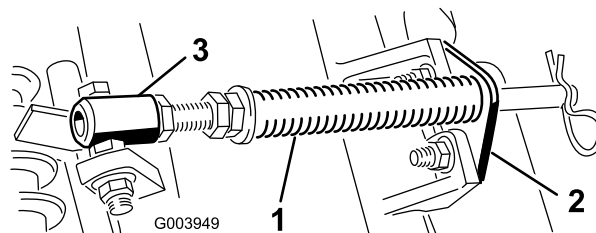

Figura 5
- A. Togliete i due bulloni a testa tonda e i dadi che fissano la staffa dell'asta alle alette degli elementi di taglio (Figura 5).
- B. Togliete il dado flangiato che fissa il bullone del tubo della molla all'aletta del telaio portante (Figura 5) e staccate il gruppo.